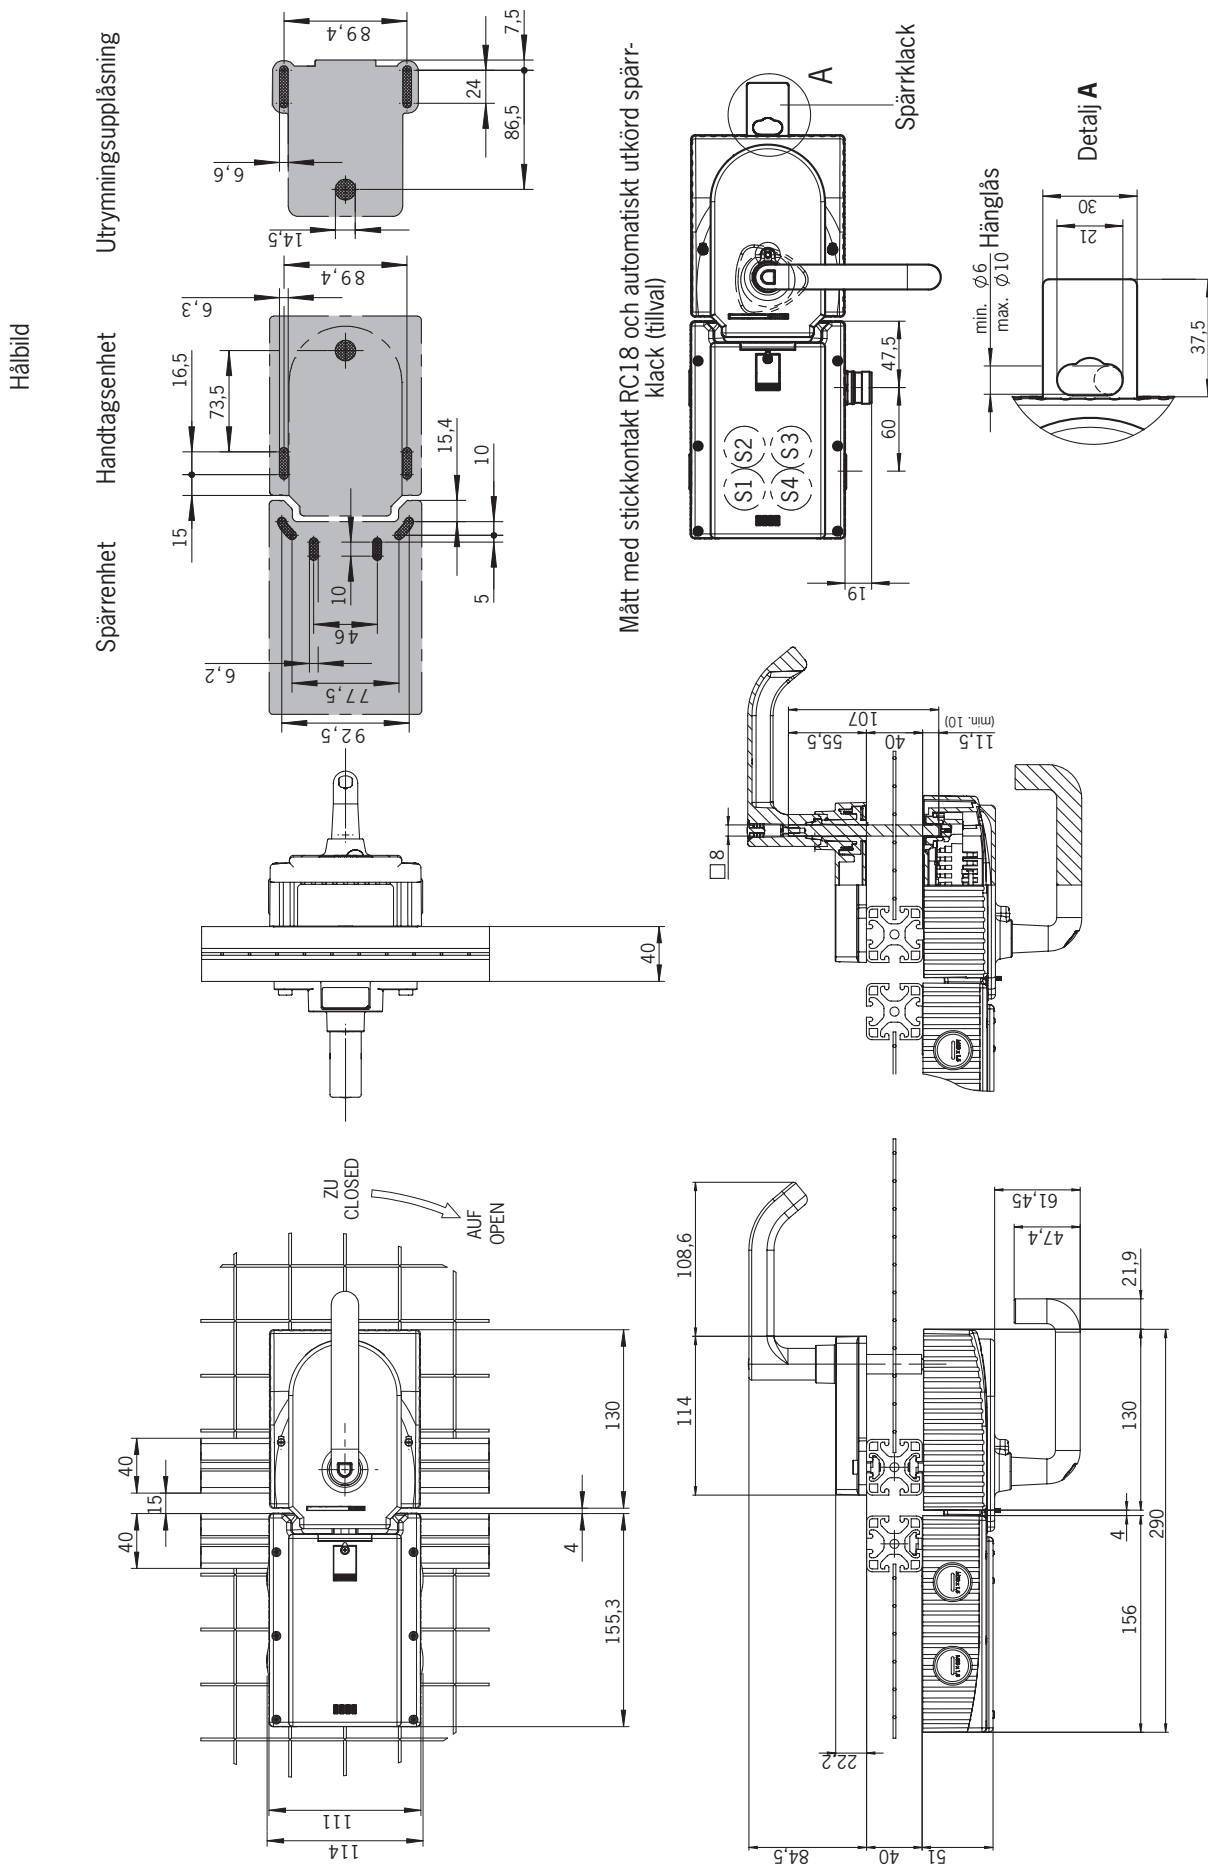
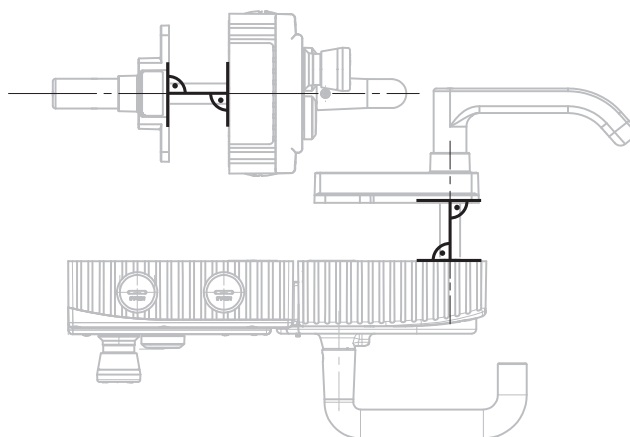

Bild 4: Måttritning MGB monterad, utan monteringsplattor som tillval
Bild 8: Monteringsexempel för högersvängd dörr (översiktsbild)
- › Ställ in utrymningsupplåsningens axel i rät vinkel mot handtagsenheten. Se *Bild 4* och *Bild 8*.
Monteringssteg, se *Bild 8* och *Bild 9* till *Bild 14*.